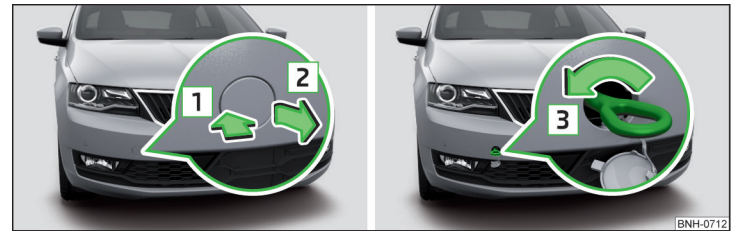

Abb. 259 **Abdeckkappe abnehmen / Abschleppöse einbauen**
- Zum **Abnehmen** auf die Abdeckkappe in Pfeilrichtung 1 drücken und diese in Pfeilrichtung 2 abnehmen » Abb. 259.
- Zum **Einbauen** die Abschleppöse von Hand in Pfeilrichtung 3 » Abb. 259 bis zum Anschlag einschrauben » I.